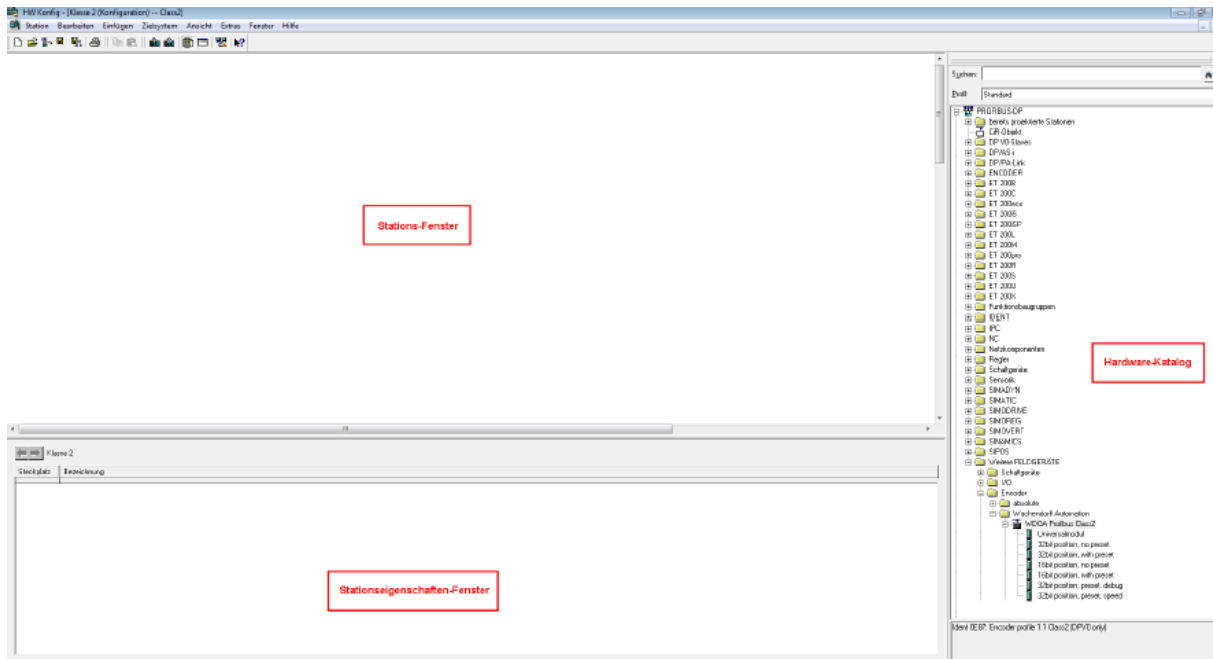

Abbildung 5.2: Hardware-Konfigurator – STEP 7
- Im „Hardware-Katalog“ erscheint unter „PROFIBUS-DP“, „Weitere Feldgeräte“, „Encoder“, „Wachendorff Automation“, „WDGA PROFIBUS Class4“, der WDGA-Drehgeber (siehe Abbildung 5.2).